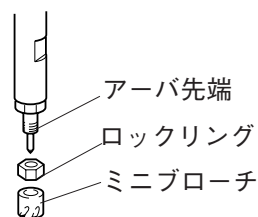

図10
- (1) ミニブローチの取り付け
- (b) アーバ先端にロックリングを通し、ミニブローチを取り付けてください。(図10)
- (2) ミニブローチの取りはずし